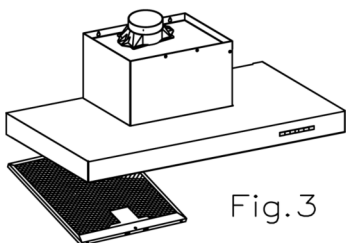
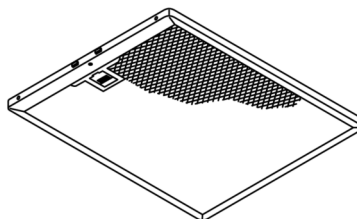

Fig.3
Fig.4
• **Nettoyage du filtre à graisse:** En fonction de l'usage au moins une fois par mois, démonter les filtres à graisse (Fig. 3) et (Fig. 4), et nettoyer à l'eau chaude et du détergent, ou utilisant le lave-vaisselle, auquel cas, il est recommandé de les placer en position verticale pour éviter le dépôt de déchets alimentaires. Après les avoir rincés et essuyés, les remettre en place en suivant les instructions de démontage à rebours
- **Limpieza del filtro de grasa:** En virtud del uso y como mínimo cada mes, los filtros de grasa deberán ser desmontados (Fig. 3) y (Fig. 4) y lavados en lavavajillas o en agua caliente y detergente. En el caso de utilizar lavavajillas, es recomendable colocarlos en posición vertical para evitar que los restos de comida se depositen sobre el mismo. Después de haberlos enjuagado y secado colocarlos nuevamente en su lugar, actuando de forma inversa al desmontarlos.